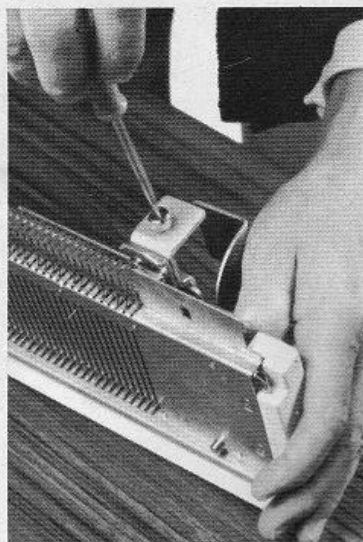

Fig. 14
- Dévisser les deux vis qui se trouvent sur les pattes de la T.4 (fig. 14).